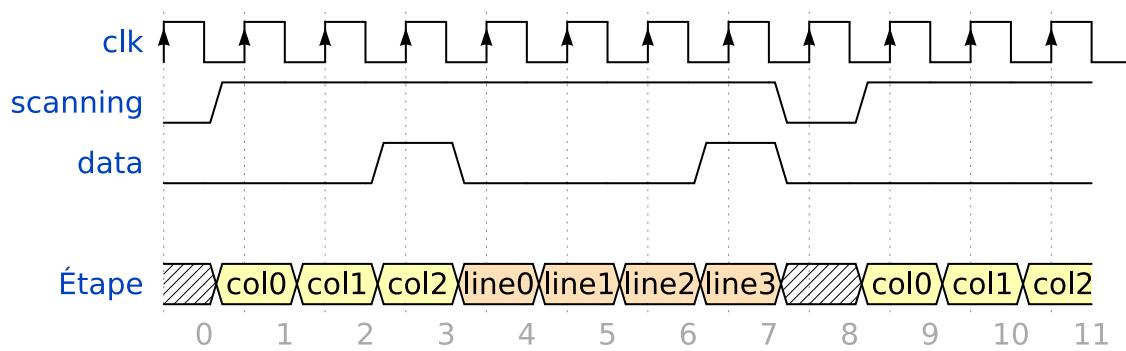

Figure 6 – Touche B
- Si on appuie sur la touche B (colonne 2, ligne 3), on obtiendra le chronogramme de la figure 6.